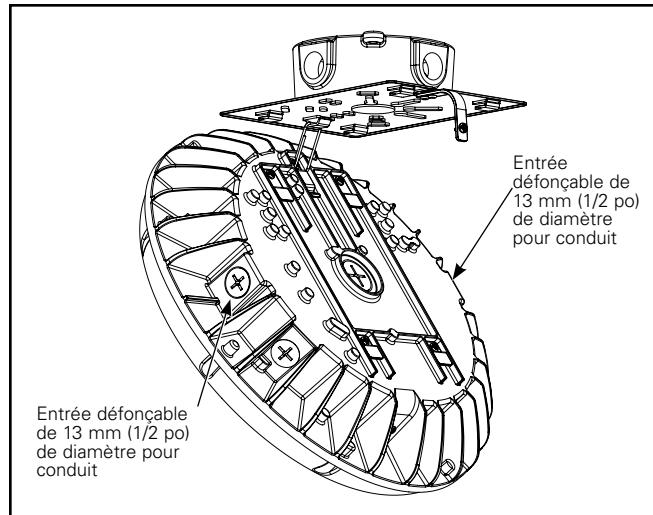

Figure 4.
5. Pendant que le luminaire est suspendu par l'anneau de la plaque de montage rapide, retirez les deux entrées défonçables de 13 mm (1/2 po) de diamètre, raccordez le conduit du luminaire et sécurisez-le avec du ruban PTFE (Figure 4). Les entrées défonçables de 13 mm (1/2 po) de diamètre sont directement opposées l'un à l'autre sur le luminaire. N'utilisez pas l'entrée défonçable de l'interrupteur de sélection de lumens pour raccorder le conduit.